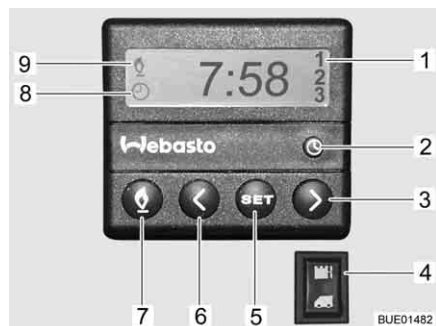

Fig. 204 Unidad de mando para la calefacción auxiliar
- Pulsar la tecla (Fig. 204,7). El funcionamiento de la calefacción se indica con el símbolo (Fig. 204,9). El ventilador apenas se conecta con una temperatura del agua de refrigeración de 30 °C.
- Pulsar la tecla (Fig. 204,7). Se apaga el símbolo (Fig. 204,9).
- Pulsar el interruptor (Fig. 204,4) por abajo. Se precalienta el motor. El ventilador se conecta inmediatamente.
- Pulsar el interruptor (Fig. 204,4) por arriba. El motor permanece frío.
- Pulsar la tecla (Fig. 204,2). El ajuste de la hora se indica con el símbolo (Fig. 204,8).
- Ajustar la hora con las teclas (Fig. 204,3 y 6).
- Pulsar la tecla (Fig. 204,5).
- Ajustar en 10 segundos el tiempo de conexión con las teclas (Fig. 204,3 y 6).
- Pulsar la tecla (Fig. 204,5) tantas veces como sea necesario hasta que aparezca en el display el número de programación (Fig. 204,1).